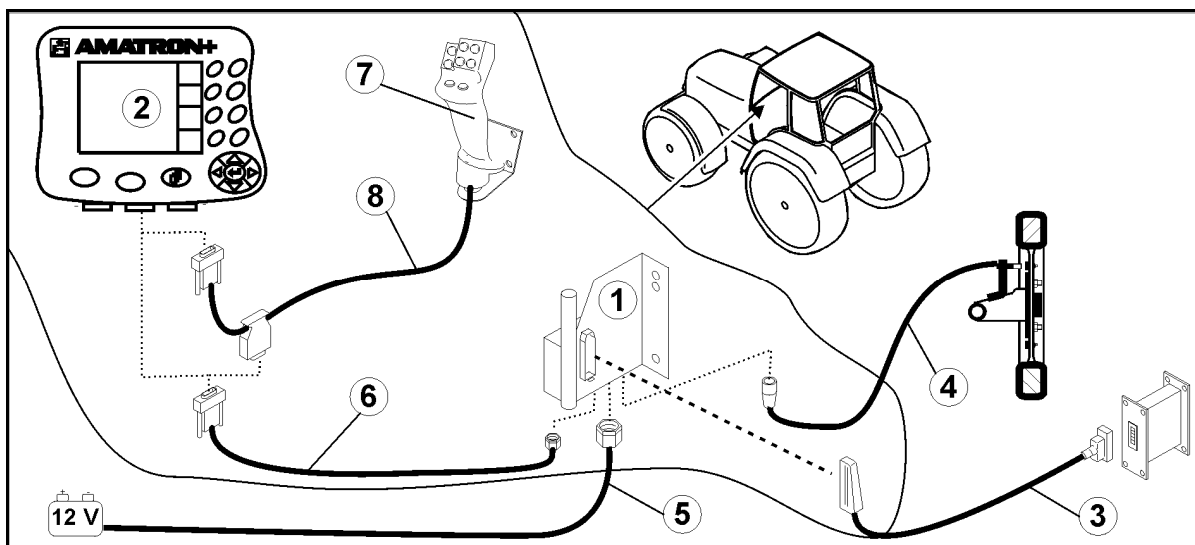
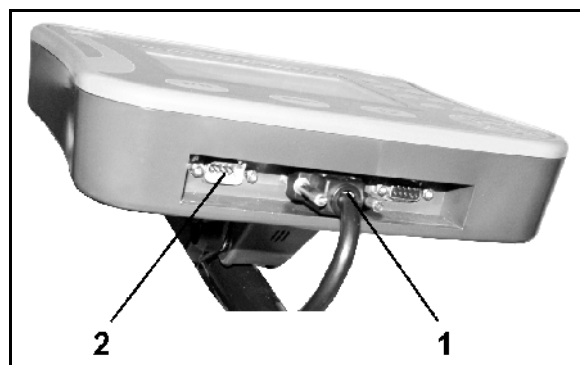

Fig. 1
Fig. 2
- Traktorens grunnutstyr (Fig. 1/1, konsoll med fordeler) må monteres vibrasjonsfritt og elektrisk ledende i førerhuset innenfor syns- og gripevidde for føreren.
- batteritilkoblingskabelen (Fig. 1/5).
- signalkabel for traktorsignalstikkontakt eller strekningssensor (Fig. 1/4).
- forbindelseskabel til **AMATRON⁺** (Fig. 1/6).
- Sett **AMATRON⁺** (Fig. 1/2) på traktorens grunnutstyr.
- Pluggen på forbindelseskabelen settes i (Fig. 1/6) den midtre 9-polede sub-D-kontakten (Fig. 2/1)
- Koble maskinen via maskinpluggen (Fig. 1/3) til **AMATRON⁺**.
Multifunksjonshåndtaket (Fig. 1/7) kobles til via en Y-kabel (Fig. 1/8).
- Det serielle grensesnittet (Fig. 2/2) gjør det mulig å koble til en PDA.